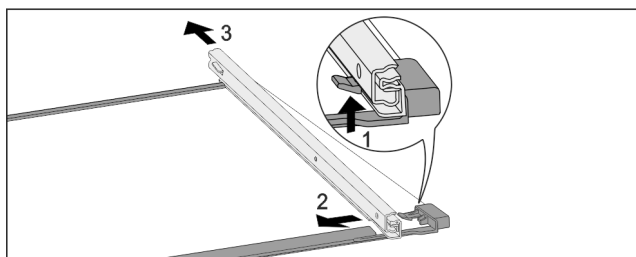

Fig. 241 Скляна пластина з рейками
- Натиснути передній гачок-фіксатор вгору. Fig. 241 (1)
- Виштовхніть виїзну рейку в сторону Fig. 241 (2) та назад Fig. 241 (3).